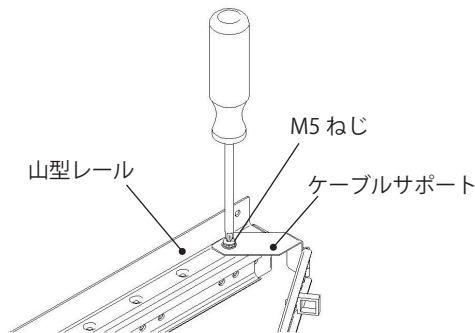

図 1
- 山型レールに固定されているケーブルサポートの M5 ねじを外してください。(図 1)